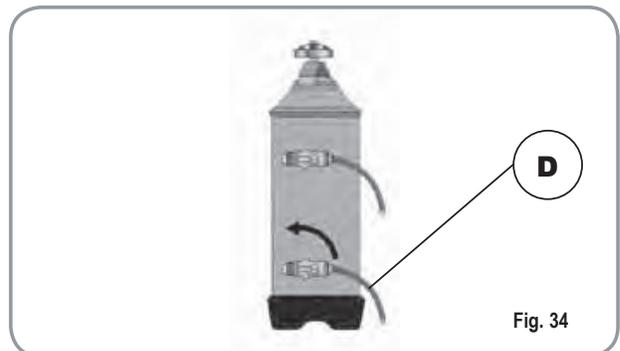

Fig. 34
3) Reposition lever D towards the left (Fig. 34).
3) Repositionner alors le levier D vers la gauche (Fig. 34).